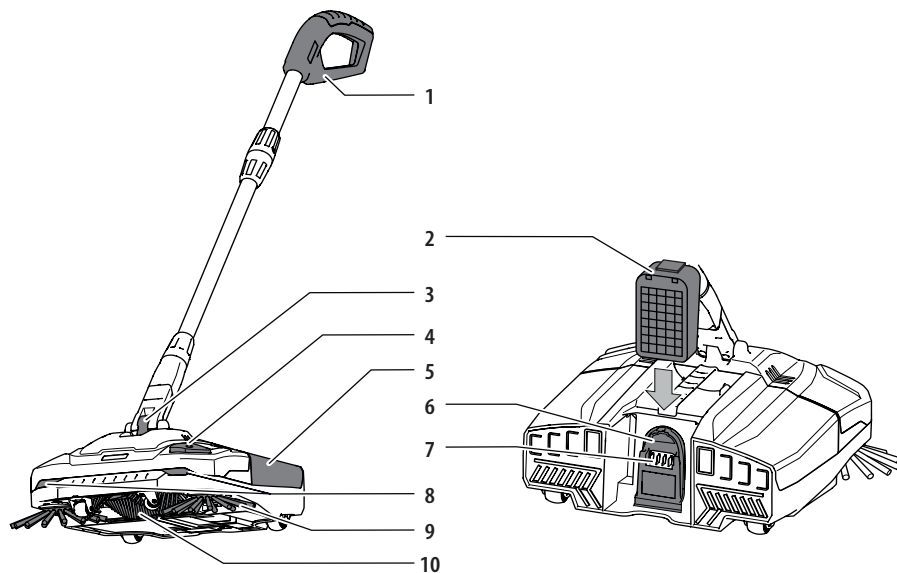

Fig. 1: Balai électrique sans fil en position de travail
- En position de travail, la poignée bouge librement (cf. fig. 1).
- Insérez la batterie dans le logement de batterie sur l'appareil jusqu'à ce que la batterie s'encliquette en émettant un « clic » (cf. fig. 1).